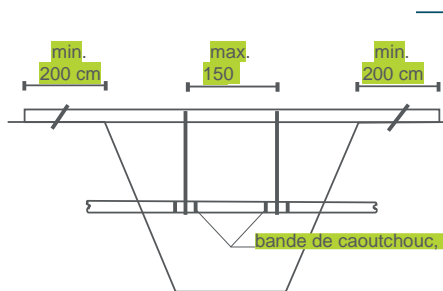
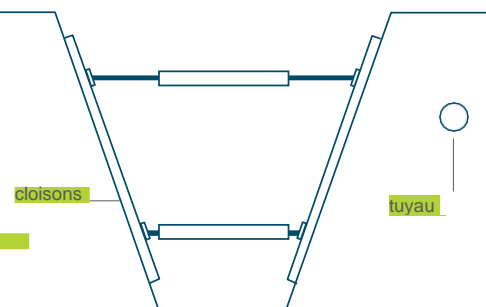

fig. 2 - suspension du tuyau par excavation
fig. 3 - étalement des parois de tranchée
3. Si l'installation de gaz risque d'être endommagée (rupture, etc.) par un affaissement de terrain, il faut prendre les mesures appropriées (voir, par exemple, fig. 2 et fig. 3) et avvertir la compagnie de gaz.
Si un tube doit être suspendu, une bande en caoutchouc doit être placée entre le tube et le support de fixation pour éviter d'endommager le tube ou son revêtement (voir fig. 2).